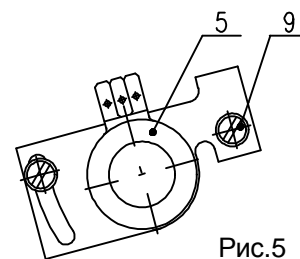

Рис.5
4.3 Установка датчика сопротивления (рис.5)